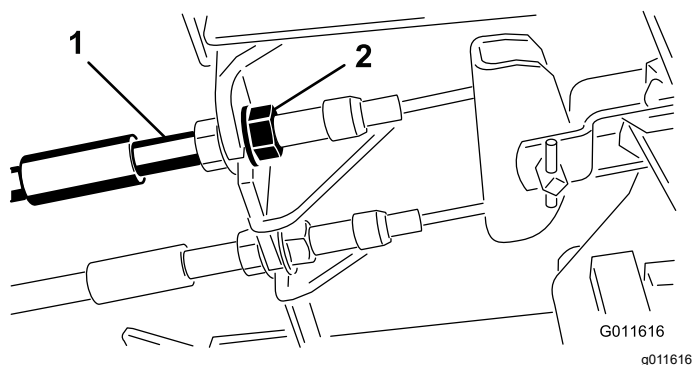

Bild 46
1. Ziehen Sie zum Reduzieren des Spiels der Bremspedale die Bremsen fester – lockern Sie dazu die vordere Mutter am Gewindeende des Bremszugs (**Bild 46**).